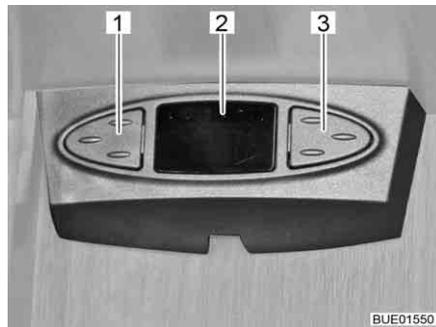

Fig. 34 Ratón satélite
Según el modelo, la instalación de antena parabólica estará equipada con un ratón satélite. La visualización (Fig. 34,2) del ratón satélite indicará el canal ajustado. Con las dos teclas se pueden manejar las funciones básicas de la instalación de antena parabólica (cambiar de programa, conectar/desconectar).
- Seleccionar el programa anterior de la lista de programas: Pulsar la tecla izquierda (Fig. 34,1).
- Seleccionar el programa siguiente de la lista de programas: Pulsar la tecla derecha (Fig. 34,3).
- Cambiar de radio a televisión y viceversa: Pulsar las teclas (Fig. 34,1 y Fig. 34,3) brevemente al mismo tiempo.
- Conectar/desconectar el receptor: Pulsar las teclas (Fig. 34,1 y Fig. 34,3) al mismo tiempo y mantenerlas pulsadas.